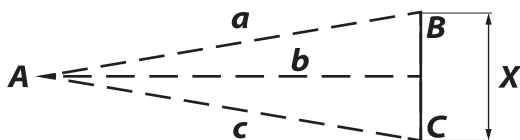

Рис. 6
**а)** Нажмите три раза кнопку (2), пока на дисплее не появится значок треугольника с мигающей гипотенузой «**a**».
**б)** Нажмите «Go» (кнопка (1)) для измерения первой длины «**a**».
**в)** Нажмите «Go» (кнопка (1)) для измерения второй длины «**b**».
**г)** Нажмите «Go» (кнопка (1)) для измерения третьей длины «**c**».
**◀** — кнопка (2)
4. В третьем варианте необходимо измерить длину «X», где «X» - сторона «BC» треугольника «ABC». (Рис. 6).